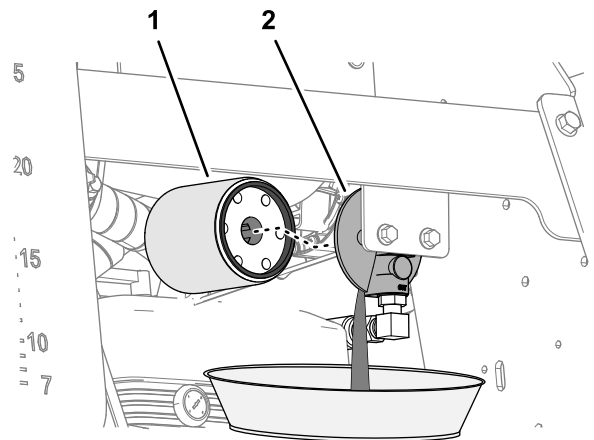

Figure 101
4. Placez un bac de vidange d'au moins 3 L (3 ptes américaines) sous le filtre (Figure 101).
5. Déposez le filtre et vidangez le liquide hydraulique (Figure 101).